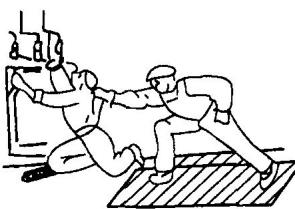
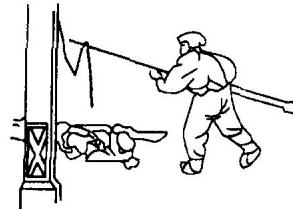

图 1-2-1 将触电者拉离电源
图 1-2-2 将触电者身上电线挑开
① 如果触电现场远离开关或不具备关断电源的条件,只要触电者穿的是比较宽松的干燥衣服,救护者可站在干燥木板上,用一只手抓住衣服将其拉离电源,如图1-2-1所示。但切不可触及带电人的皮肤。也可用干燥木棒、竹竿等将电线从触电者身上挑开,如图1-2-2所示。